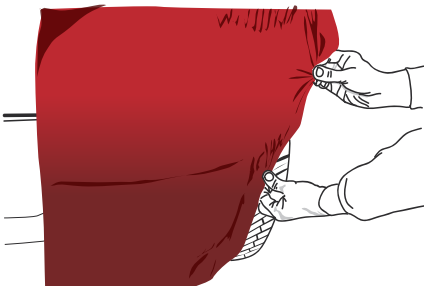

Figure 12
- › Tendre le vinyle sur la partie plane. (FIG. 12)